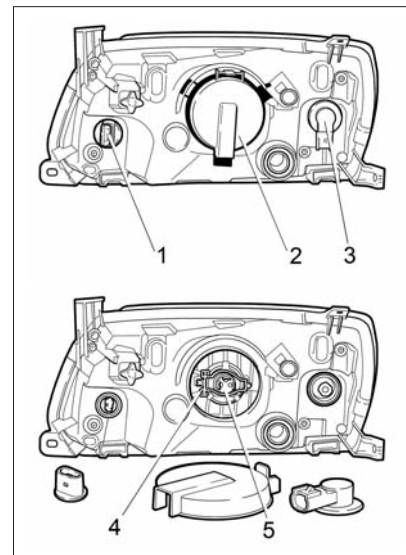

Рис. 59. Блок-фара
Для доступа к лампе ближнего/дальнего света выньте защитную крышку 2 (рис. 59), отсоедините колодку жгута проводов и снимите резиновый кожух лампы, отведите поочередно в стороны «усики» 4 пружины ламподдержателя, предварительно нажав на них,
**Рис. 59а. Задний фонарь автомобиля с кузовом «седан»**
Для снятия ламп в заднем фонаре автомобиля с кузовом «седан» (рис. 59а) проделайте следующие действия:
**Рис. 59б. Задний фонарь автомобиля с кузовом «лифтбек»**
Для снятия ламп в заднем фонаре автомобиля с кузовом «лифтбек» (рис. 59б) проделайте следующие действия:
- нажмите пальцем через отверстие в заглушке опоры полки на защелку **1** (рис. 59в);